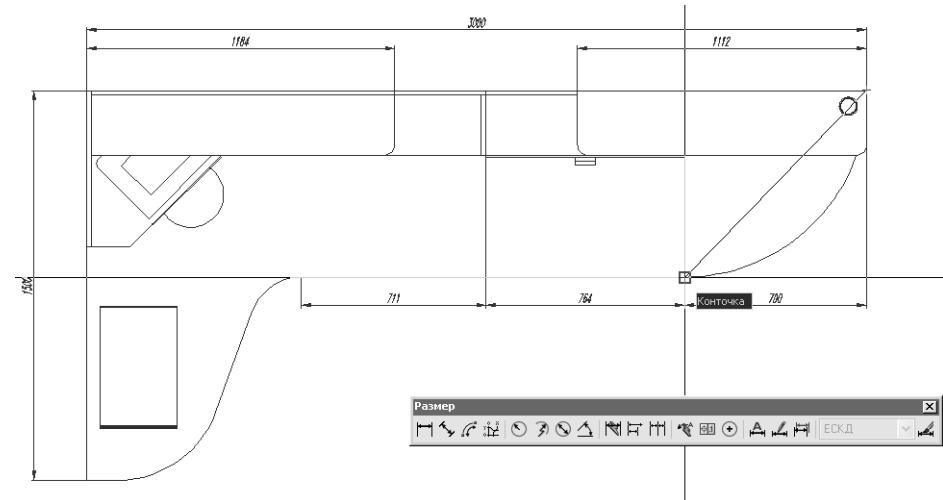

Рис. 11.19 ▼ Выбор начальной точки второй выносной линии
- Когда AutoCAD предложит выбрать начальную точку второй выносной линии, выберите точку, которая находится в том месте, где столешница переходит в закругленный угловой стол (рис. 11.19).